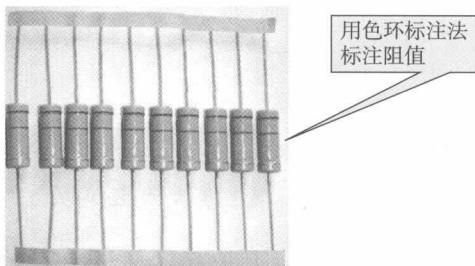

图 2-1-3 碳膜电阻器的实物图
1) 碳膜电阻器的图形符号为——，在电路中通常标为  $R$  或  $RT$ ，一般是将结晶碳沉积在陶瓷棒骨架上制成。碳膜电阻器成本低、性能稳定、阻值范围宽、温度系数和电压系数低，是目前应用最广泛的电阻器。碳膜电阻器的实物图如图 2-1-3 所示。